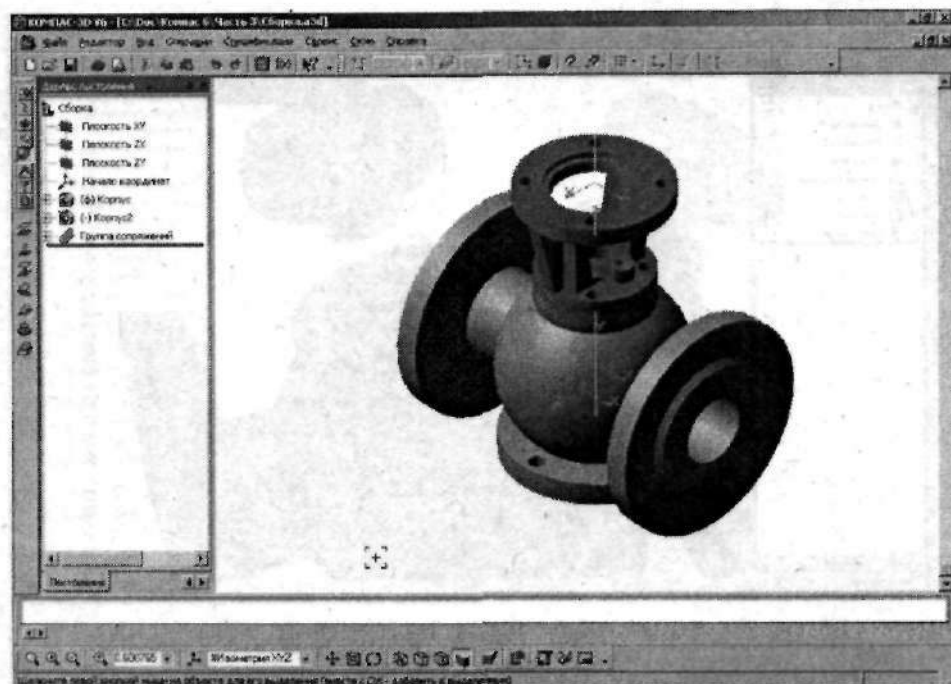

Рис. 3.13. Так выглядит деталь после сопряжения двух поверхностей
9. Добейтесь выделения требуемой поверхности и щелкните левой клавишей мыши. Поверхности совпадут (рис. 3.13).